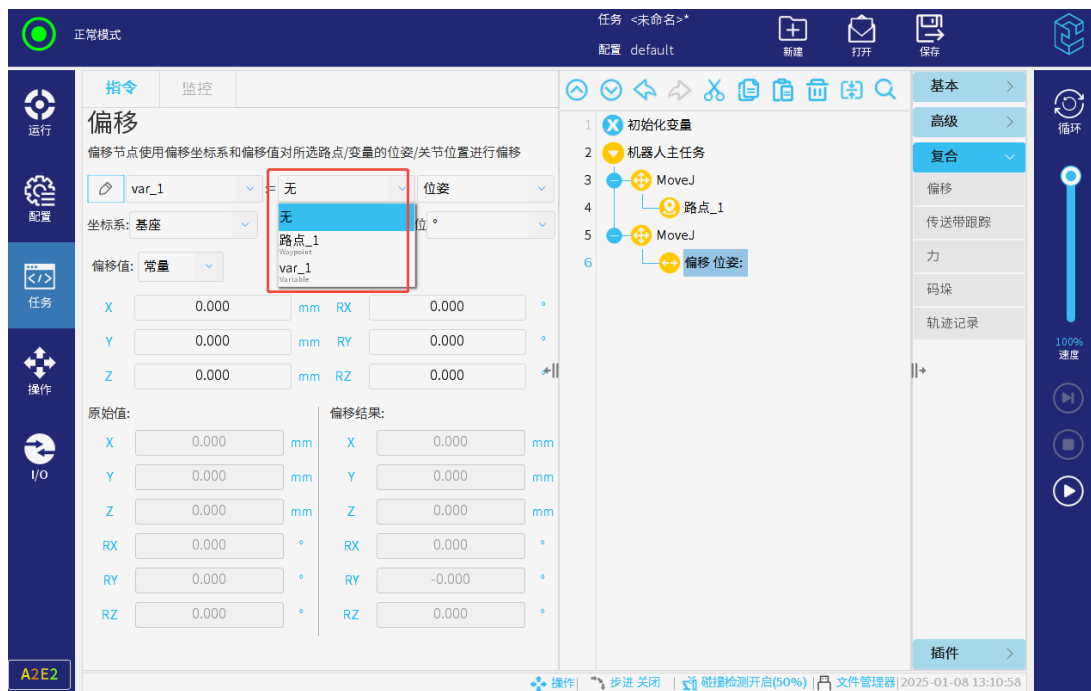

图 3-113: 选择数据源
- 点击首行第二个下拉框，选择处于固定位置的路点、任务或配置变量作为位姿或关节角的数据源，如图 3-113 所示。